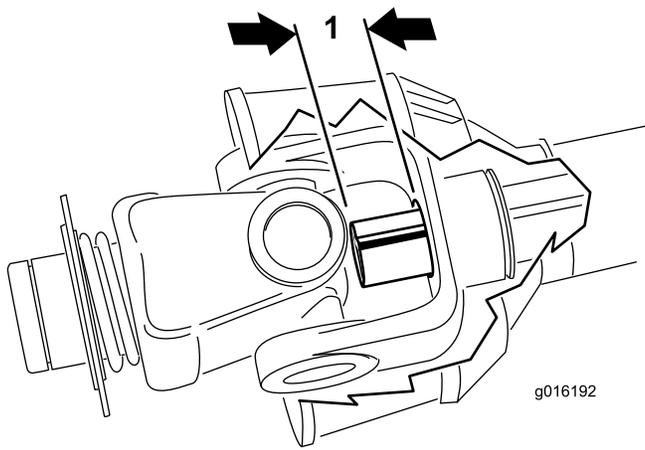

图17
10. 测量内管突入外管十字头和轴承部分的距离（图17）。将此距离添加到在第 8 步中获得的尺寸。